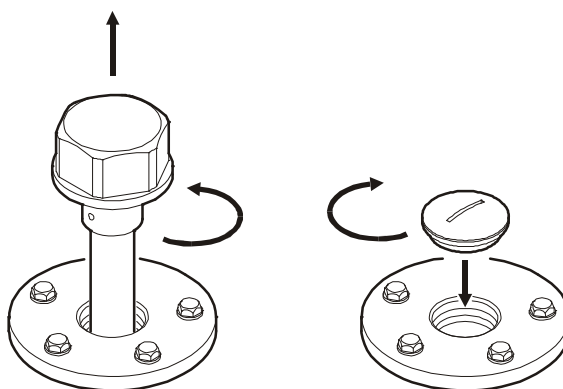

Рис. 10.2 Полный демонтаж датчика уровня топлива
- Выполнить полный демонтаж датчика (см. рис. 10.2).
Закрыть отверстие фланца латунной заглушкой М 25х1.5 (см. в Таблице 3), как показано на рис. 10.2.